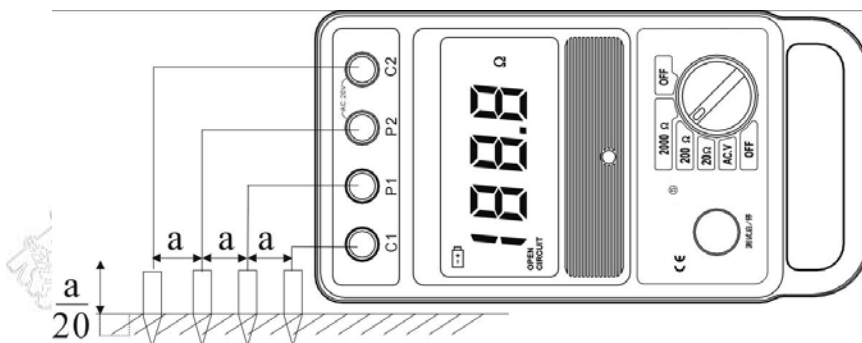

图 4
6. 土壤电阻率的测量(见图 4)
在被测区沿直线将四根金属探针插入地下，相临两根的距离都为“a”厘米，探针的埋入深度不宜超过距离“a”的1/20。如图4所示的连接方式，分别用四根测试线将四根探针与C₁、P₁、P₂、C₂四个测试孔顺序相连。